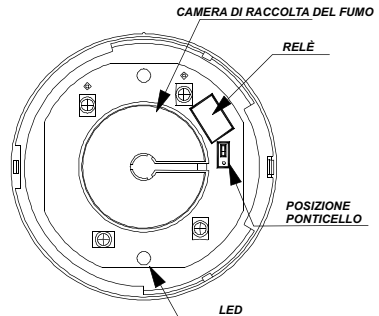

FIG. 3 Schema della struttura del rilevatore
- La condizione normale per il relè è "normalmente aperto" (NA)
- 1) Per impostare la condizione normale del relè come "normalmente chiuso" (NC), inserire un cacciavite nel foro rettangolare situato sul lato tra il coperchio e la base e ruotare per rimuovere il coperchio.
- 2) Vedere la Fig. 3. C'è la testa di un ponticello vicino al relè sul PCB. Rimuovere la testa del ponticello e reinserirla nella posizione NC.